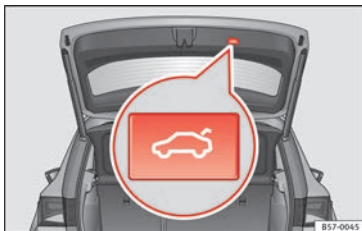

Fig. 129 Coffre à bagages ouvert : touche de fermeture immédiate du hayon.
- Appuyez brièvement sur la touche de la console centrale » fig. 129 » Δ.
Des signaux sonores sont émis lors de l'ouverture ou de la fermeture du hayon du coffre à bagages. Exception : lorsque le hayon est ouvert manuellement à l'aide de la poignée via la fonction Easy Open avec un mouvement du pied ou qu'il est fermé à l'aide de sa touche » fig. 129.
- Appuyez sur la touche  » fig. 129 située dans le hayon pendant au moins trois secondes.